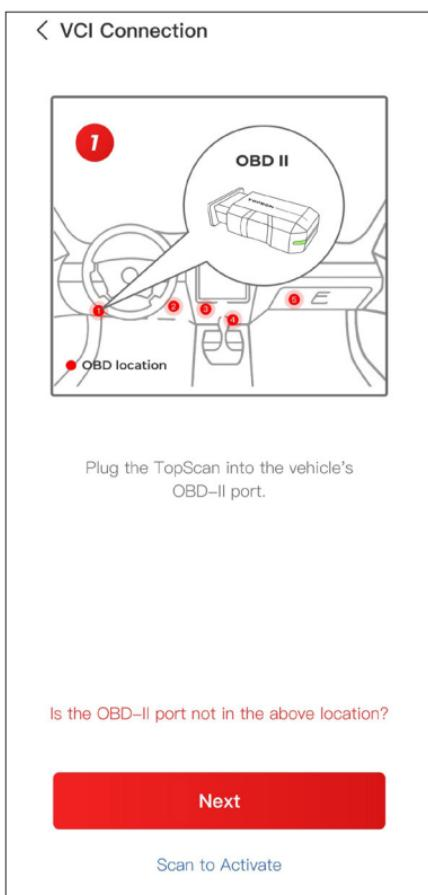

Figura 3-4
② Encienda el motor del vehículo según lo indicado en la interfaz guía. Luego, toque **Siguiente** (ver Figura 3-4).